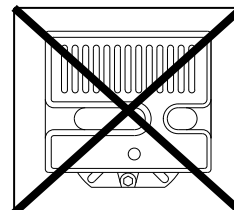

рис. 8
- ▶ модель (см. **A** на Рис. 8) и тип горелки (**B**);
- Горелка предназначена для работы только в положениях 1, 2, 3 и 4 (рис. 8).